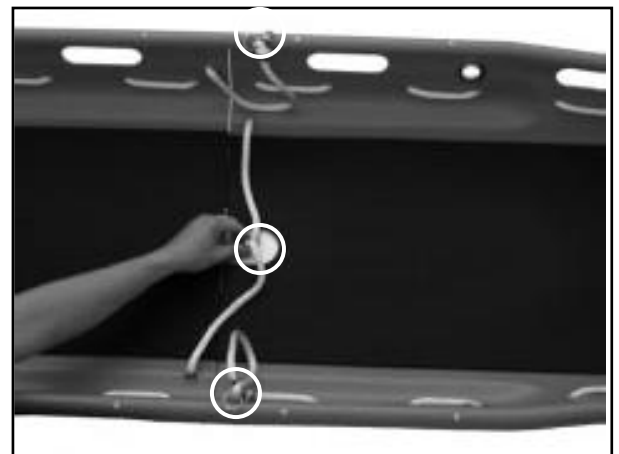

Abbildung 3 - Einsetzen der Verbindungsbolzen
3. Befestigen Sie die Gelenke in den Hülsen, indem Sie die Verbindungsbolzen in die Löcher einführen (Abbildung 3).